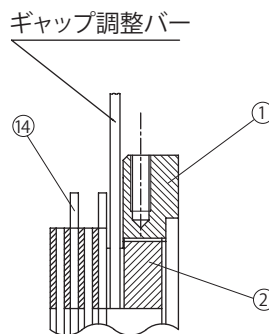

図 8-34
フィールド④側から見て左に回すとギャップが狭くなります。(図 8-34 参照)
- (4) アウターディスク⑭とセンターリング①の間には、取付ボルト③と固定ボルト⑪が交互に6本ずつ通っているため、ギャップ調整バーを回していくとそれらのボルトに当たります。ギャップ調整ネジ②には8等配の溝があり、ギャップ調整バーがボルトに当たるごとに(3)を繰り返して、ギャップ G を規定値に調整します。
- (5) ストッパー⑯を、規定ギャップに最も近い溝とネジ穴の点を選び取り付けてください。
- (6) ブレーキの手動解放を元の状態に復帰させた後、電源を入・切してブレーキ動作を確認してください。
- (7) ブレーキカバー㉒、Vリング㉓、ファン⑦、ファンセットボルト⑩、カバー⑧、屋外カバー㉑を取り付けます。この時ファンセットボルト⑩には、スリーボンド TB2365 を塗布してください。